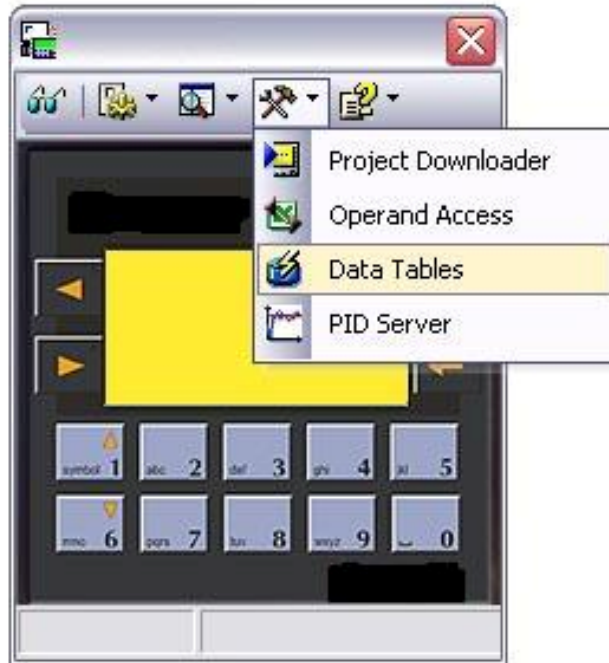

Рис. 9. Активизация функции считывания архивов БУК
8. Для считывания таблиц архивов БУК необходимо воспользоваться п. 10.6 РЭ, либо активизировать функцию считывания архивов (рис. 9).